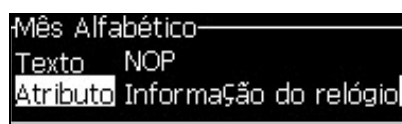

Figura 5-21: Editar o código
- 5 Edite o código para *Mês alfabético* (veja Figura 5-21). Consulte a seção “Adicionar informação do relógio” na página 5-39 e a Tabela 5-12 na página 5-38 para obter mais informações.